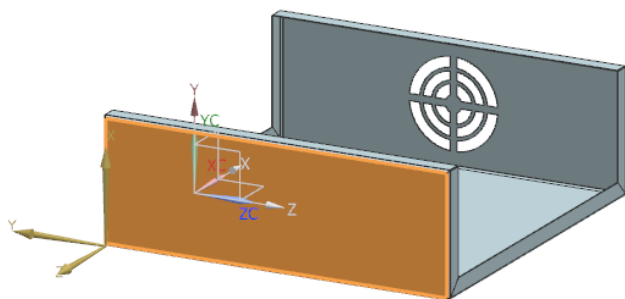

图 6-102 选择草图工作平面
(2) 在“法向除料”对话框中，单击  图标，打开“创建草图”对话框。在视图区选择草图工作平面，如图 6-102 所示。